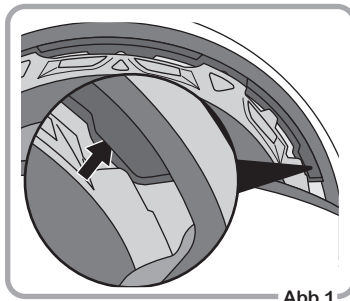

Abb.1
- ① Setzen Sie das Zwischenfutter wie in Abb. 1 gezeigt in den Schläfenbereichen ein.